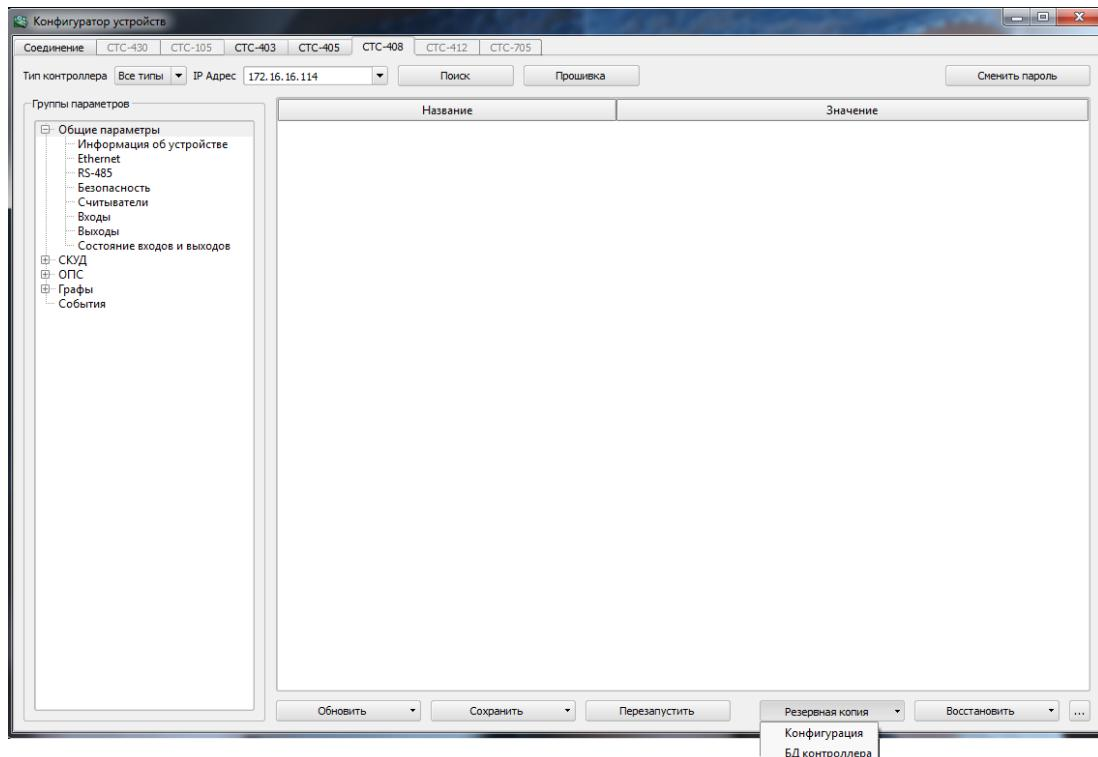

Рисунок 7
- «Резервная копия» – позволяет сохранить редактируемую конфигурацию или базу данных контроллера (все параметры и графы) в виде отдельного файла в указанном пользователем месте на жестком диске (рисунок 7);